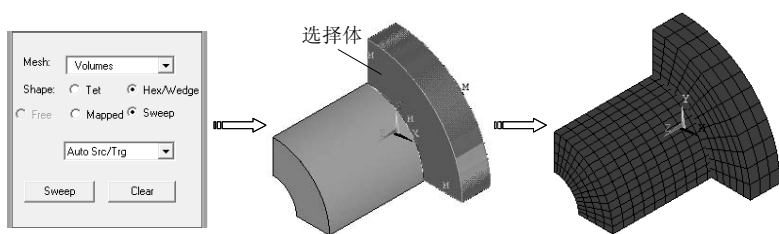

图 9-105 生成扫掠网格
7) 在网格工具中选择分网对象为“Volumes”，网格形状为“Hex/Wedge”，选择分网形式为“Sweep”，然后单击“Sweep”按钮，拾取盘体，单击“OK”按钮生成网格，如图 9-105 所示。